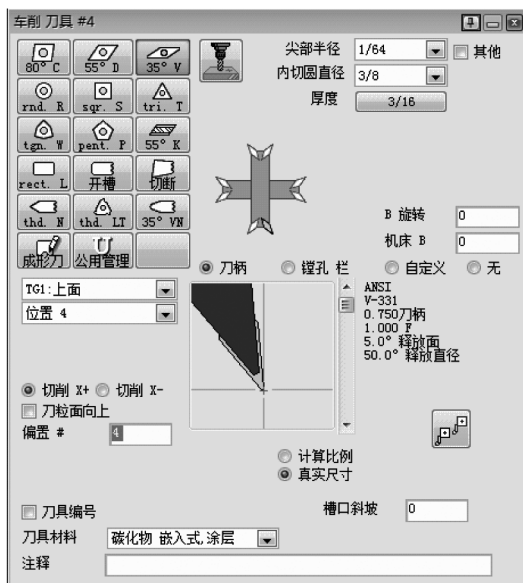

图 5-21 车削刀具#4
6) 创建车削刀具#4，如图 5-21 所示。此刀具设置与车削刀具#3 相同。